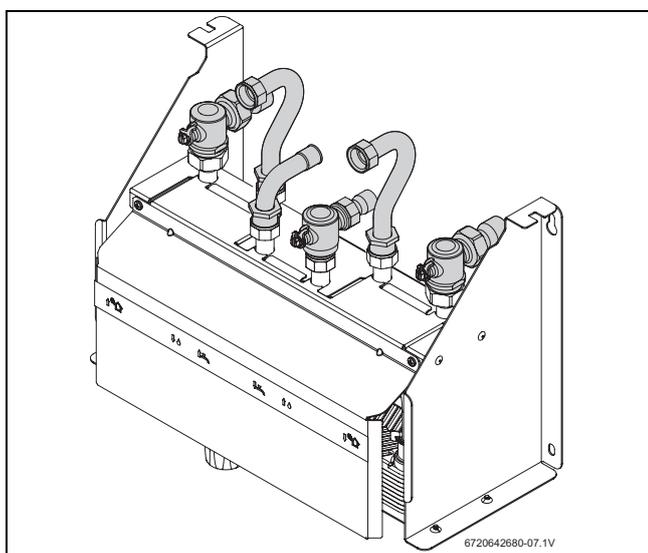

Fig. 7 Ligações de água (modelo com válvula misturadora termostática)
▶ Efectuar as ligações conforme as Figs. 7 e 8.